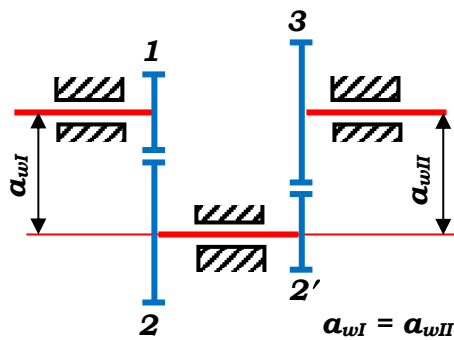
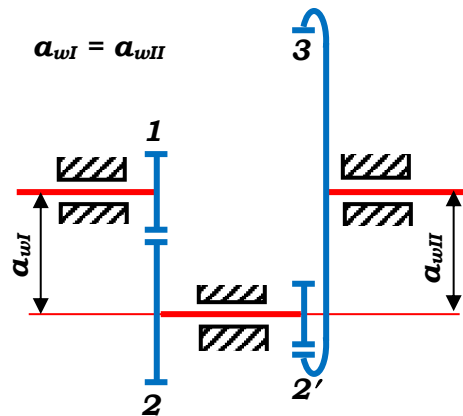
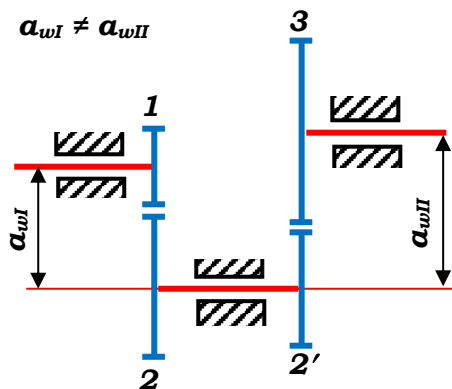

Рис. 20.1
Рис. 20.2
Рис. 20.3
17. Для какого из рисунков выполняется условие соосности: $r_1 + r_2 = r_2' + r_3$? Рис. 20.1 Рис. 20.2 Рис. 20.3 Рис. 20.4 а) для рисунка 20.1; б) для рисунка 20.2; в) для рисунка 20.3; г) для рисунка 20.4;	ОПК-1 ОПК-5